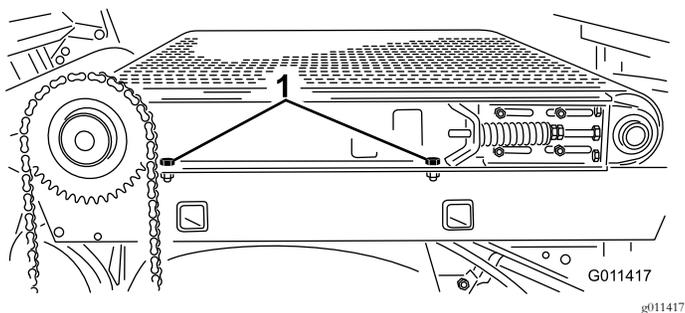

图34
- 卸下机器右侧将滑道货斗固定至机架的2个平头螺丝、垫圈和螺母 图34。确保紧固件保持足够的松动使滑道货斗倾斜。